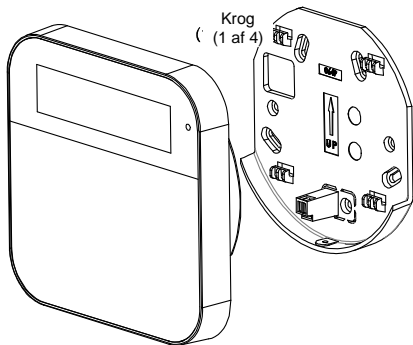

Fig. 2
3. Fastgør det trådløse tastatur til monteringsbeslaget ved at skyde det ned over de fire kroge på monteringsbeslaget (se Fig. 2).